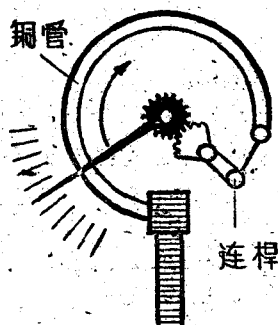

图6
4. 彈簧式压力計(图6) 这是一种用薄壁无縫銅管压扁成的空心扁形管，它被弯曲成弧形的彈簧。在空心管中充满着压缩空气或压力油液，当空心管中气压或液压增加时，管壁受力膨脹，使圓弧曲率半徑增大，拉动連杆使指針移动，其值与压力成正比。利用这一特点可以控制其他元件，从而完成压力变换的任务。